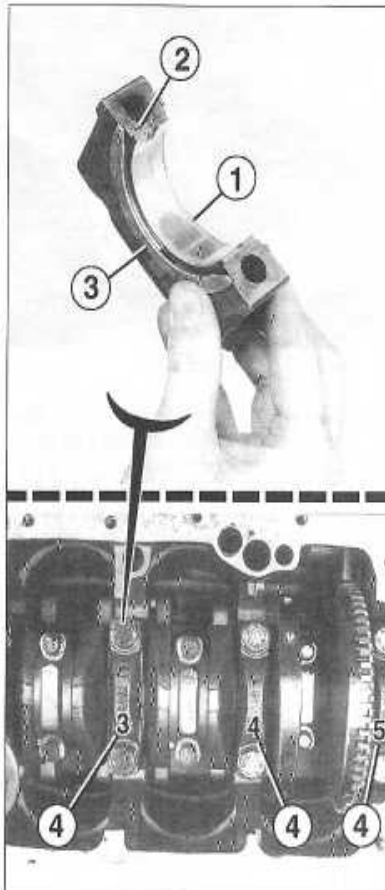

FIGURE 1-33.
- Contrôler le jeu axial du vilebrequin. Si la valeur est hors tolérance, remplacer les cales de réglage par des neuves adaptées (figure 1-33).